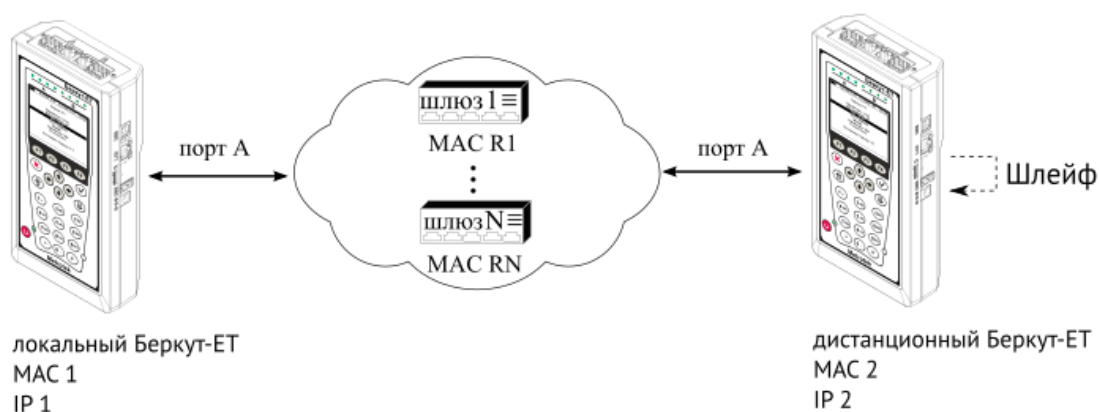

Рисунок 10.14. Типовая схема подключения
На рис. 10.14 представлена типовая схема подключения приборов к тестируемой сети.
1. Подключить локальный и дистанционный Беркут-ЕТ по схеме, представленной на рис. 10.14.